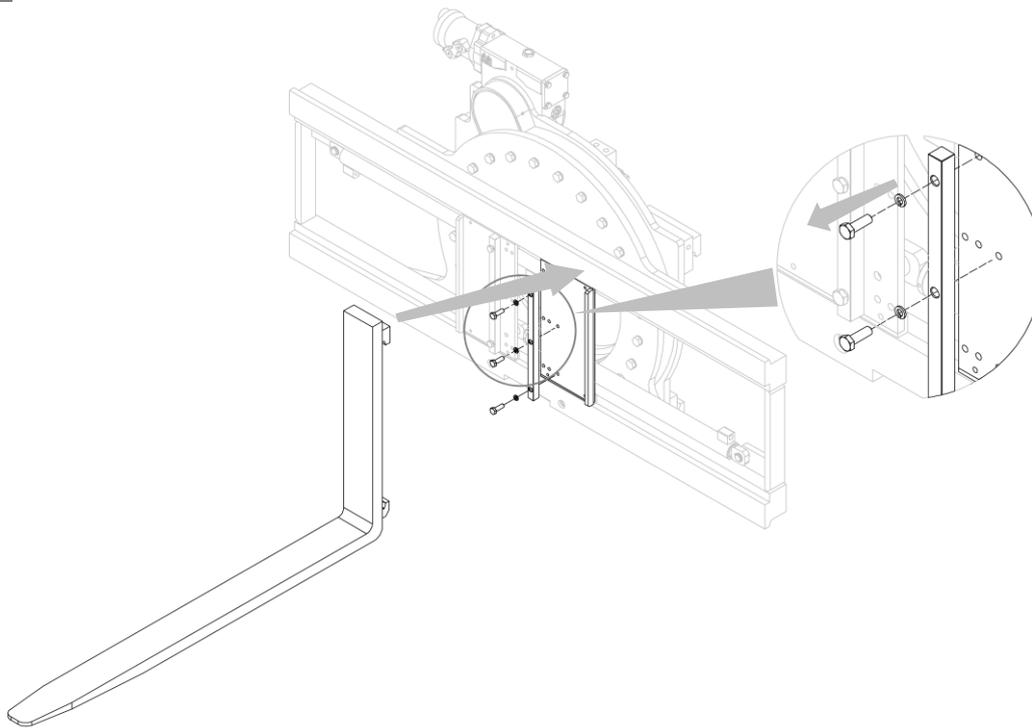

Figura 15
1. Aplique las horquillas después de desenroscar los topes (mira *Figura 15*); según el ancho de las horquillas, utilice los agujeros más adecuado.